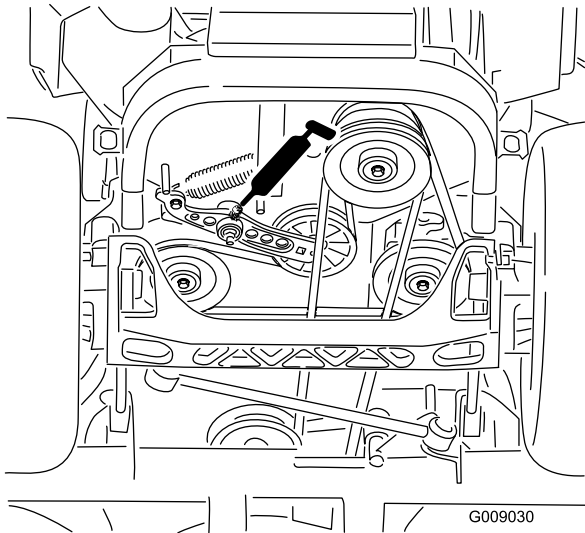

Figure 52
4. Graissez les bras de la poulie de tension de la courroie d'entraînement (Figure 52).